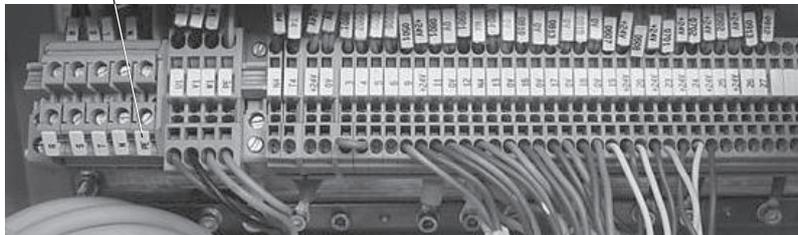

Fig. 11
Étape 2 : brancher un fil entre le bornier PE du coffret électrique et la mise à la terre (Fig. 11).